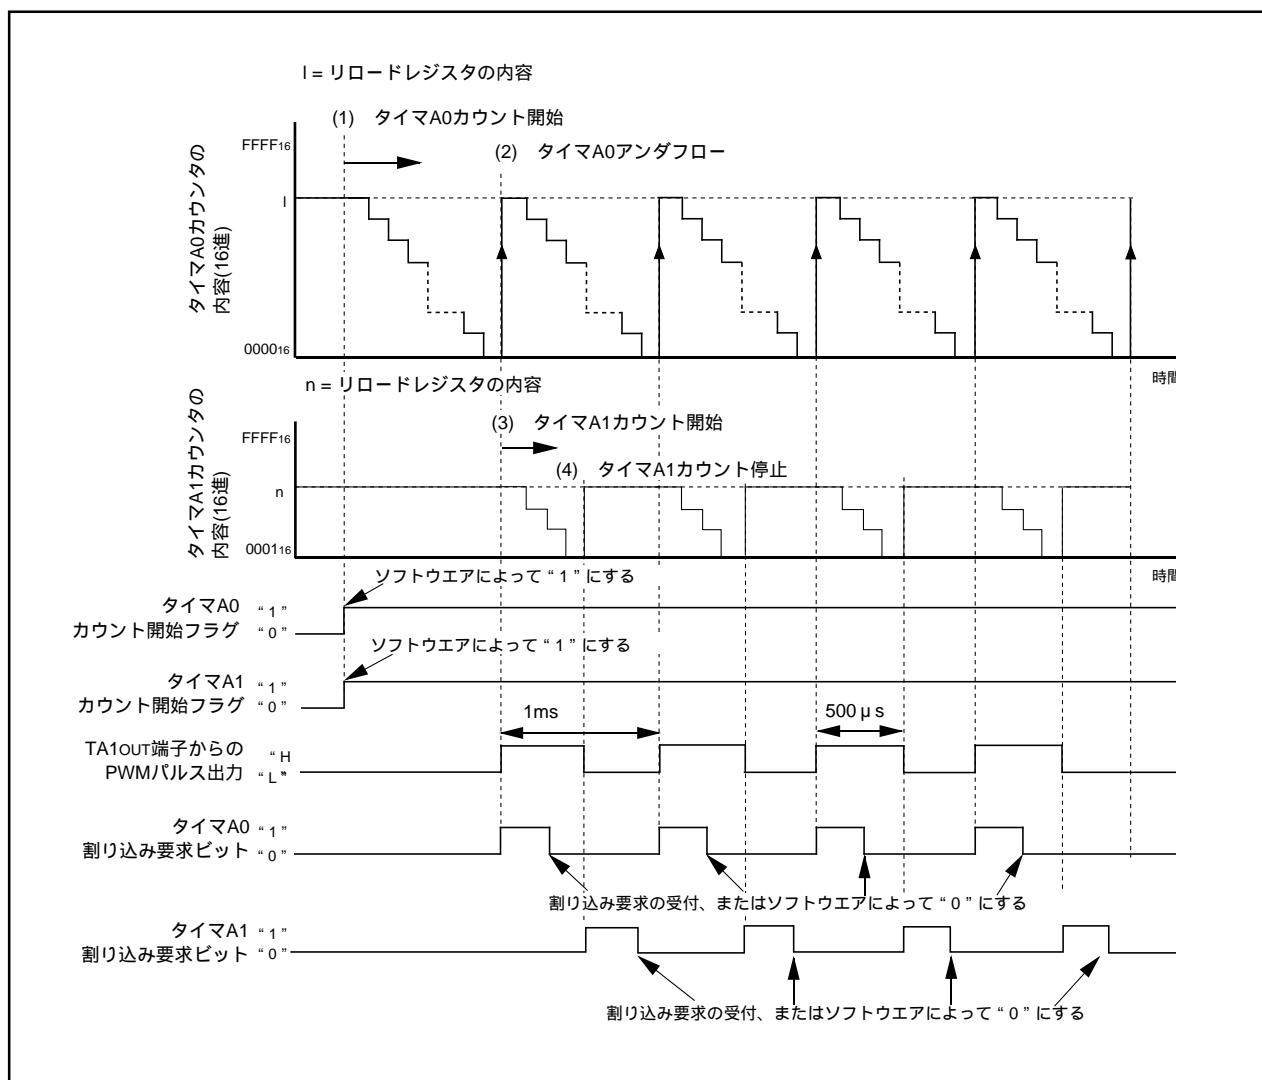

図3.2.1. 周期およびデューティー可変のPWM出力の動作タイミング
**概 要** タイマAを2本使用し、周期およびデューティ - 可変のPWM出力を行います。その動作タイミングを図3.2.1に、接続図を図3.2.2に、設定手順を図3.2.3、図3.2.4に示します。